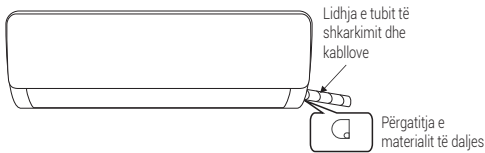
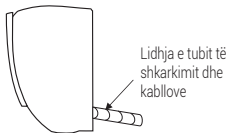

Fig 1
Fig 2
- Në varësi të pozicionit të njësisë, tubacioni mund të kalojë anash nga e majta ose nga e djathta (Fig 1), ose vertikalisht nga mbrapa (Fig 2) (në varësi të gjatësisë së tubit të njësisë së brendshme). Në rastin e kalimit anash, priteni pjesën e daljes në anën e kundërt.